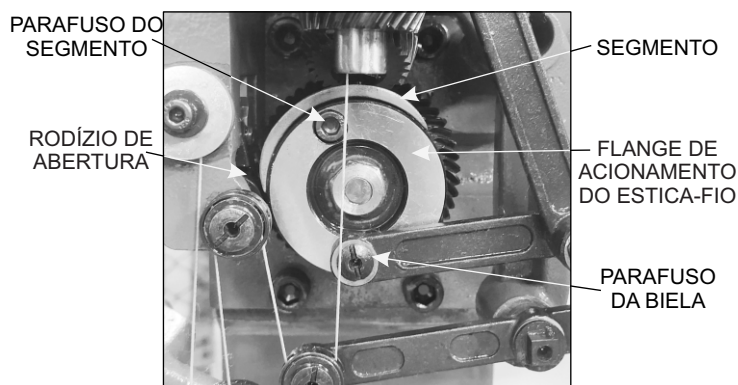

Figura 18
- ✓ Deslocar o segmento de regulagem para a esquerda (sentido anti-horário) até a rampa de subida do segmento encoste entre o rodízio de abertura e o flange de acionamento (Figura 18);